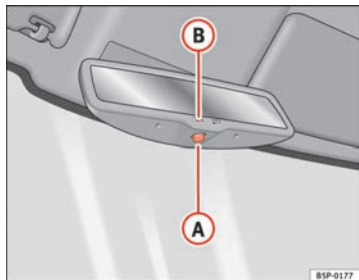

Abb. 67 Automatisch abblendbarer Innenspiegel
- Drücken Sie die Taste **A** ⇒ Abb. 67. Die Kontrollleuchte **B** erlischt.
- Drücken Sie die Taste **A** ⇒ Abb. 67. Die Kontrollleuchte leuchtet auf.